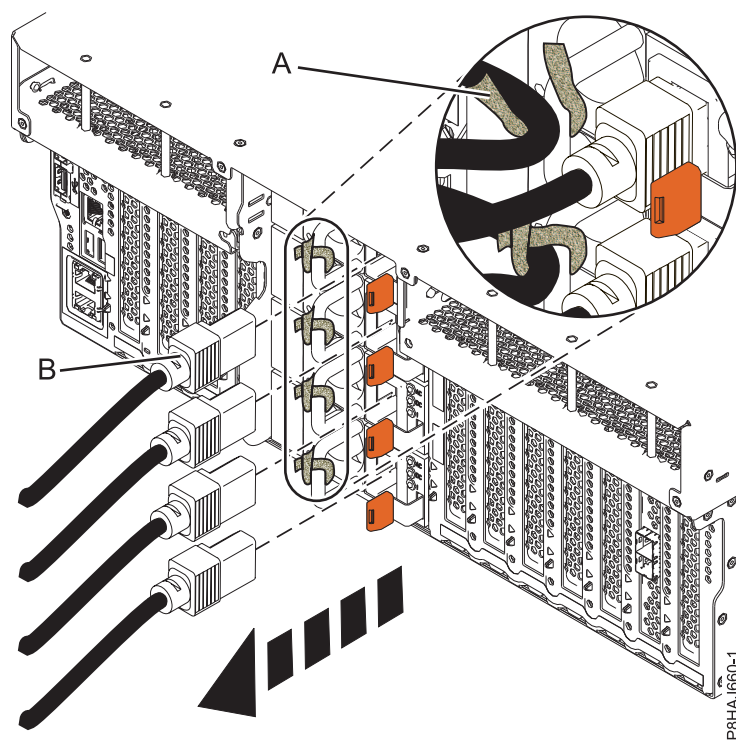
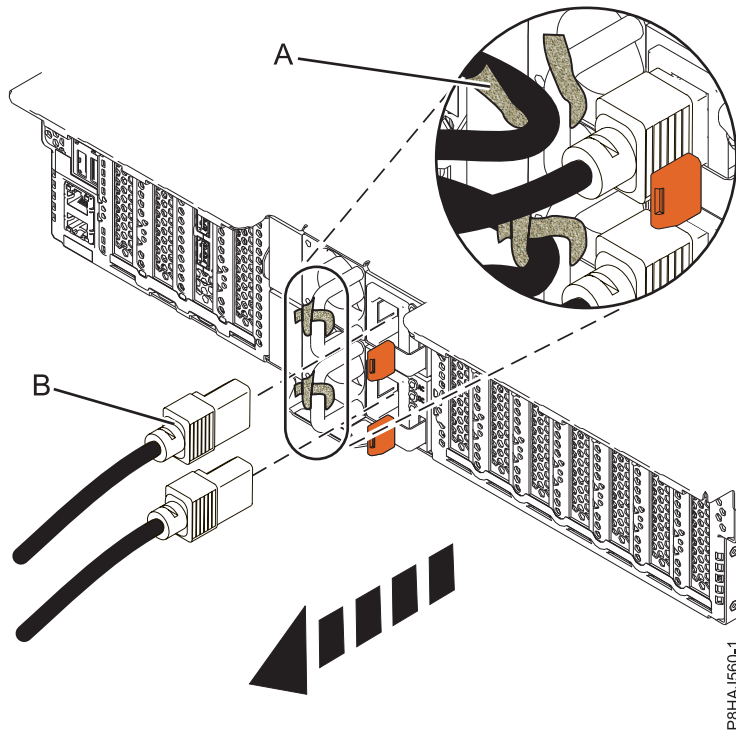
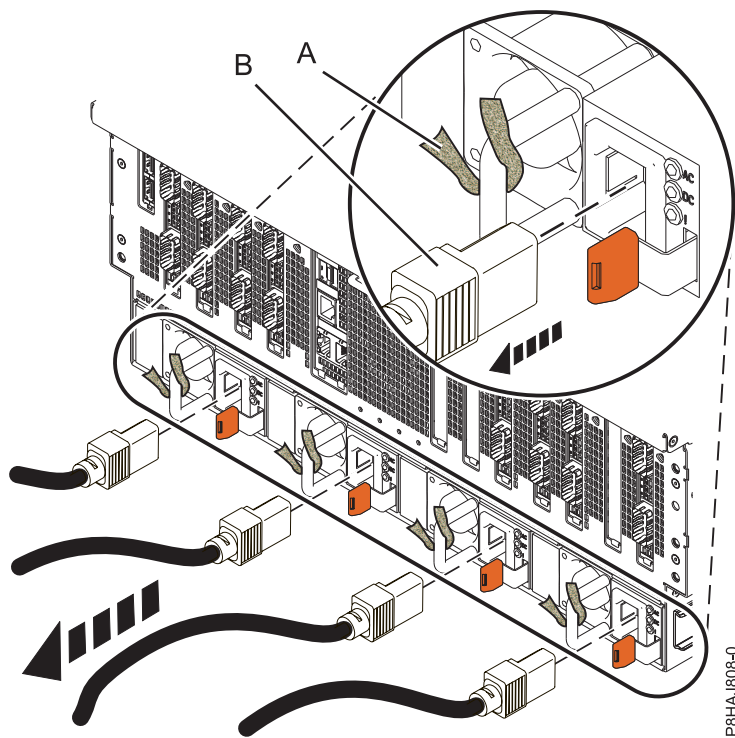

Figura 34. Remover os cabos de alimentação de um sistema 8247-42L, 8286-41A ou 8286-42A
Figura 35. Remover os cabos de alimentação de um sistema 5148-21L, 5148-22L, 8247-21L, 8247-22L, 8284-21A ou 8284-22A
Figura 36. Remover os cabos de alimentação de um sistema 8408-44E ou 8408-E8E
3. Desligue os cabos de alimentação **(B)** da unidade de sistema. Consulte Figura 34 na página 53, Figura 35 na página 53 ou Figura 36 na página 54, dependendo do tipo do sistema.